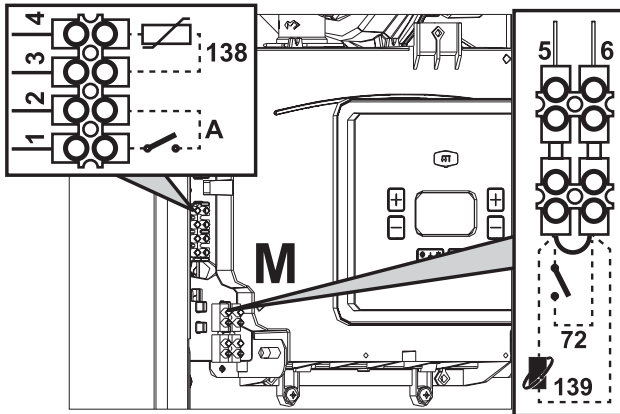
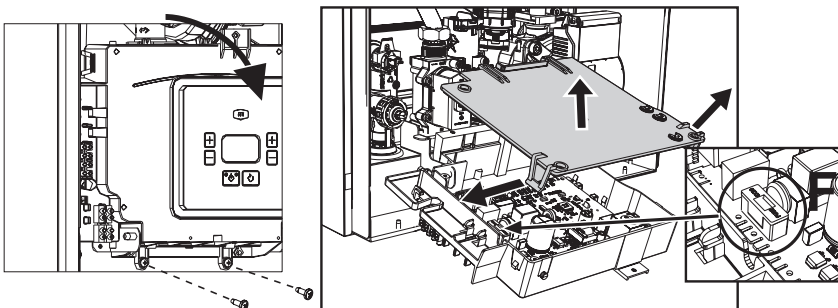

Рис. 18
Рис. 19
После снятия передней панели (см. «Открытие передней панели» на стр. 32) можно получить доступ к клеммной колодке (M) и предохранителю (F), действуя как показано на рис. 18 и рис. 19. Клеммы, указанные на рис. 18, должны быть с беспотенциальными (сухими) контактами (не 230 В). Расположение клемм для различных соединений показано на электрической схеме на рис. 44.
Конфигурация выключателя ON/OFF (А рис. 19)